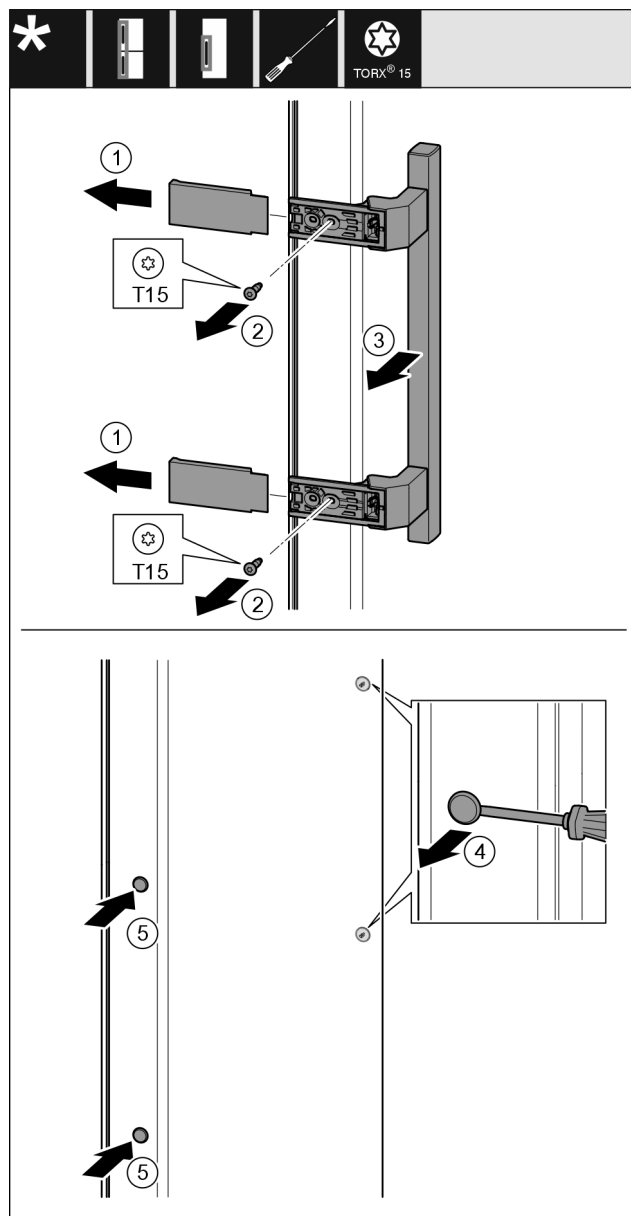

Fig. 18
- ▶ 拆下盖板 Fig. 18 (1)。
- ▶ 用螺丝刀将螺钉 Fig. 18 (2)旋开。
- ▶ 取下把手 Fig. 18 (3)。
- ▶ 用带槽螺丝刀小心地提起侧边的堵头 Fig. 18 (4)并将其拉出。
- ▶ 将堵头 Fig. 18 (5)重新放入另一个侧。